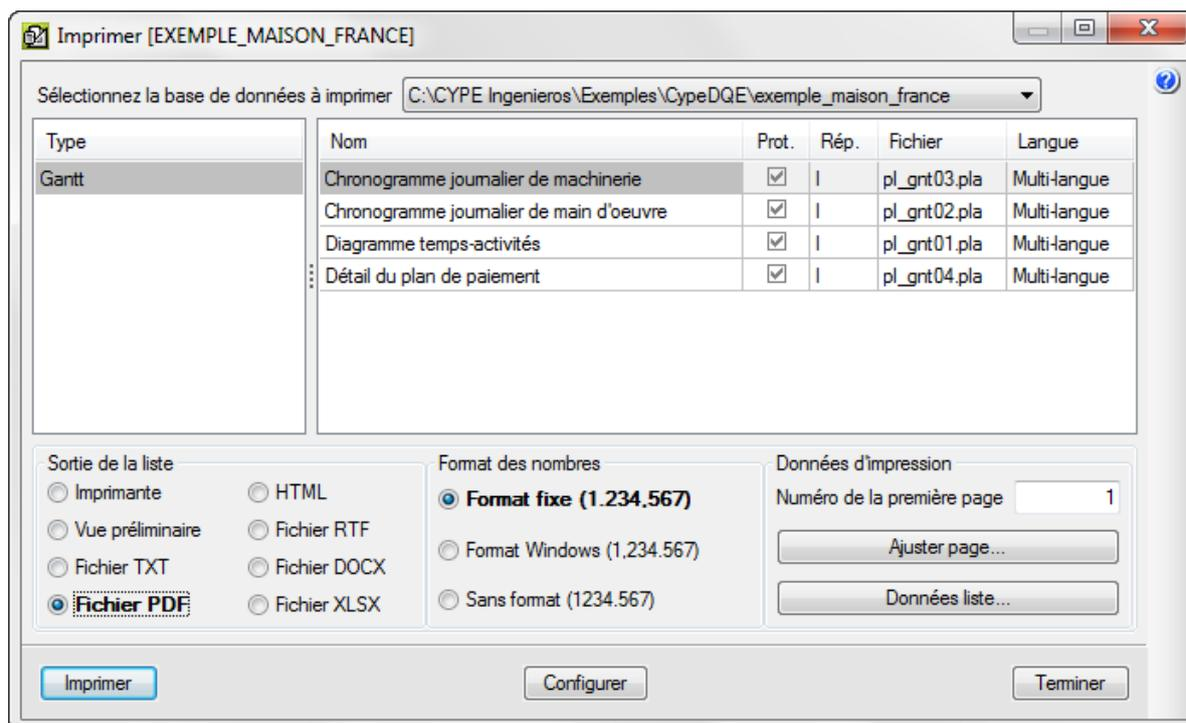

Fig. 34
a) Pour imprimer le diagramme au moyen des gabarits de rapports, il faut cliquer sur le bouton 'Imprimer modèle de liste' . Dans la fenêtre 'Imprimer' Fig. 34, vous devez sélectionner un gabarit parmi ceux du type 'Gantt' et indiquer le type de sortie du rapport. Il est possible d'imprimer directement en faisant un aperçu avant ou d'exporter aux formats PDF, DOCX, HTML, RTF, XLSX et TXT.
Vous pouvez imprimer un détail du plan de paiement pour les tâches au moyen du gabarit 'Détail du plan de paiement' à partir de la fenêtre 'Imprimer' Fig. 34. De la même façon que pour le gabarit du diagramme de Gantt, il sera demandé l'échelle temporelle, la période à imprimer et les différentes options de configuration Fig. 38.